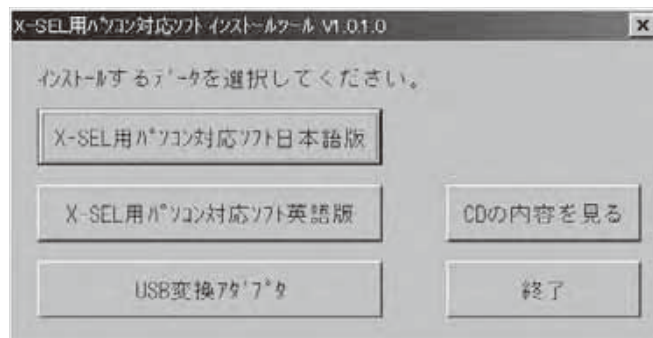

図 1.9 インストールするデータ選択画面
- ① CD-ROM ドライブに本ソフトの CD-ROM を挿入します。
- ② インストールするデータ選択画面 (図 1.9) が表示されます。
最後に、データ選択画面（図 1.9）の終了をクリックしてください。データ選択画面（図 1.9）が消えます。